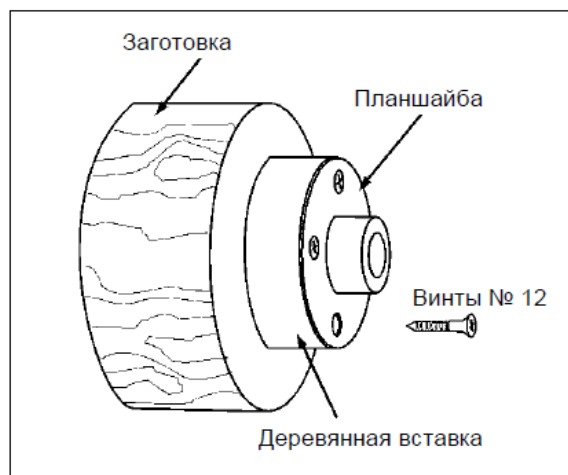

Рисунок 10-9: закрепление заготовки на планшайбе
5. Изготовьте деревянную вставку того же диаметра, что и планшайба, Рис. 10-9. Поверхности вставки и заготовки для склеивания должны быть ровными.